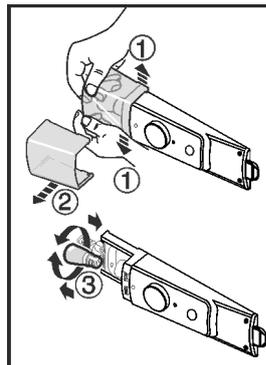

Fig. 14
- ▶ Lampenabdeckung nach Abbildung, innen, im vorderen Bereich auseinanderdrücken Fig. 14 (1) und zur Seite abziehen Fig. 14 (2).
- ▶ Die Lampe auswechseln. Fig. 14 (3)